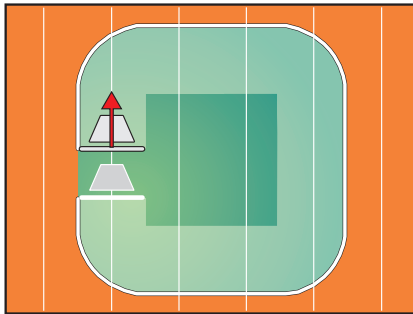
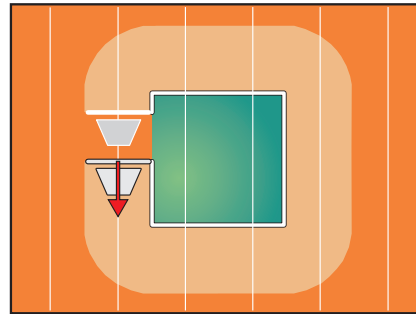
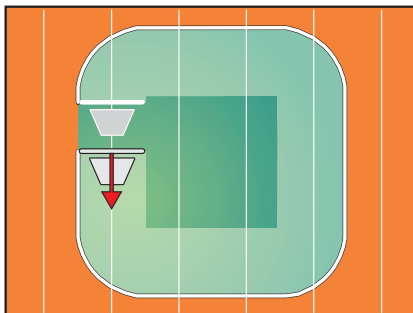
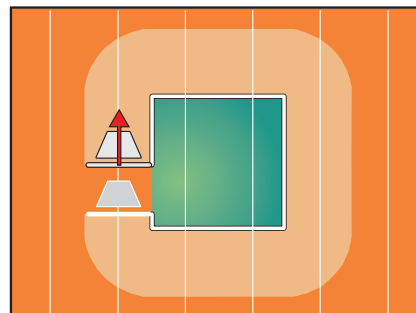

Fig. 146
Fig. 147
Fig. 148
Fig. 149
- The display will show a white line that marks the field perimeter (Fig. 146 / Fig. 147 / Fig. 148 / Fig. 149).